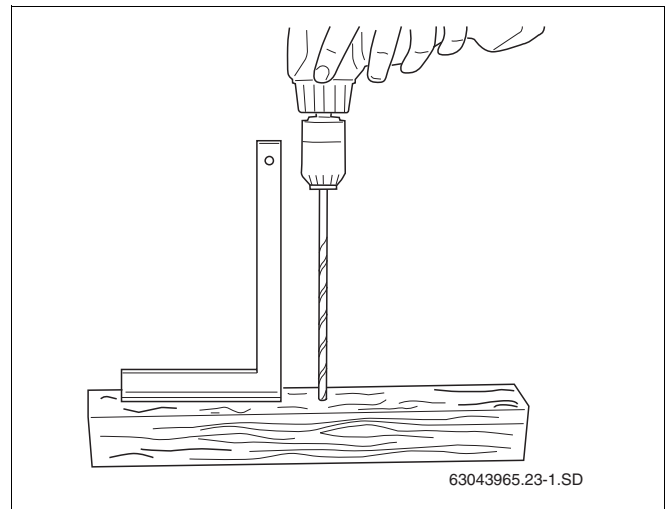

fig. 22 Criar um gabarito de furação
- ▶ Utilize uma madeira em esquadria com um comprimento de aproximadamente 0,50 – 1,00 m. Aplique um furo de passagem (Ø 6 mm) vertical através da madeira (fig. 22).